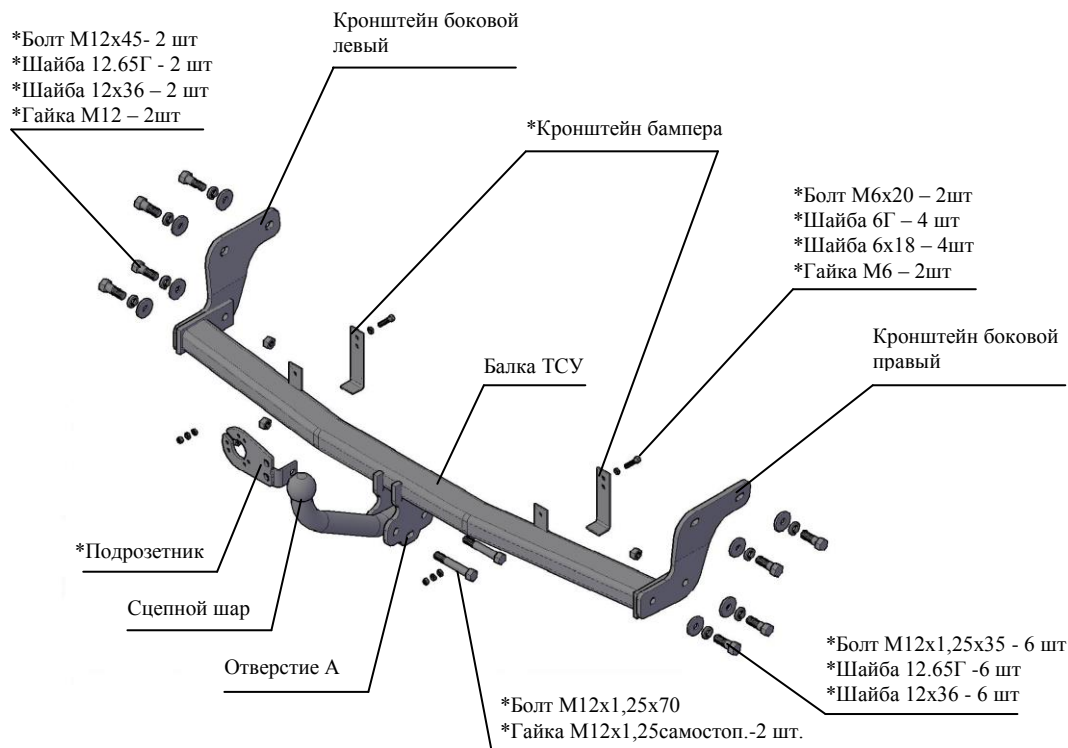

Рис.1 Тягово-сцепное устройство 7331
| 2.1 ТСУ 7331 в сборе (рис.1) | 1 шт. |
| 2.2 Пакет с комплектующими (см. рис.1) | 1 шт. |
4.2 Установить боковые кронштейны ТСУ (правый и левый соответственно рис.1) на внешние боковые стороны лонжеронов а/м, закрепив болтами М12х1,25х35, под головки болтов подложить шайбы гроверные 12.65Г и шайбы 12х37. Крепеж не затягивать.